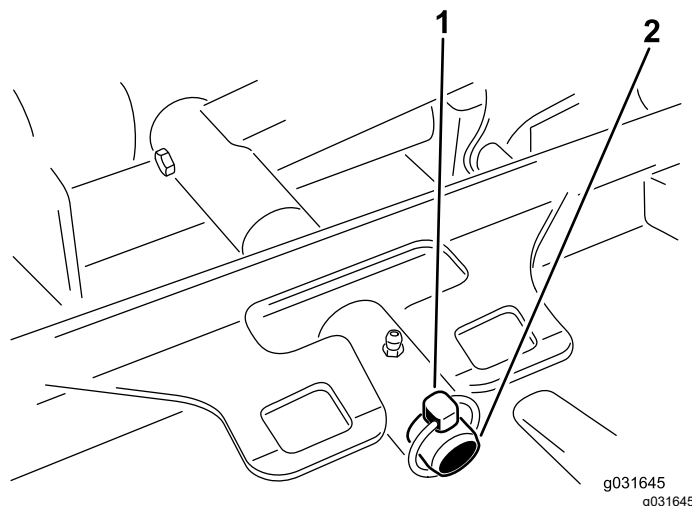

Bild 69
3. Entfernen Sie den Klappstecker oder die Befestigungsmutter, mit der der Mähwerkträger am Hubarm-Lagerbolzen befestigt ist (Bild 69).
3. Schieben Sie den Mähwerkträger auf den Lagerbolzen des Hubarms und befestigen Sie ihn mit dem Klappstecker oder der Befestigungsmutter (Bild 69).